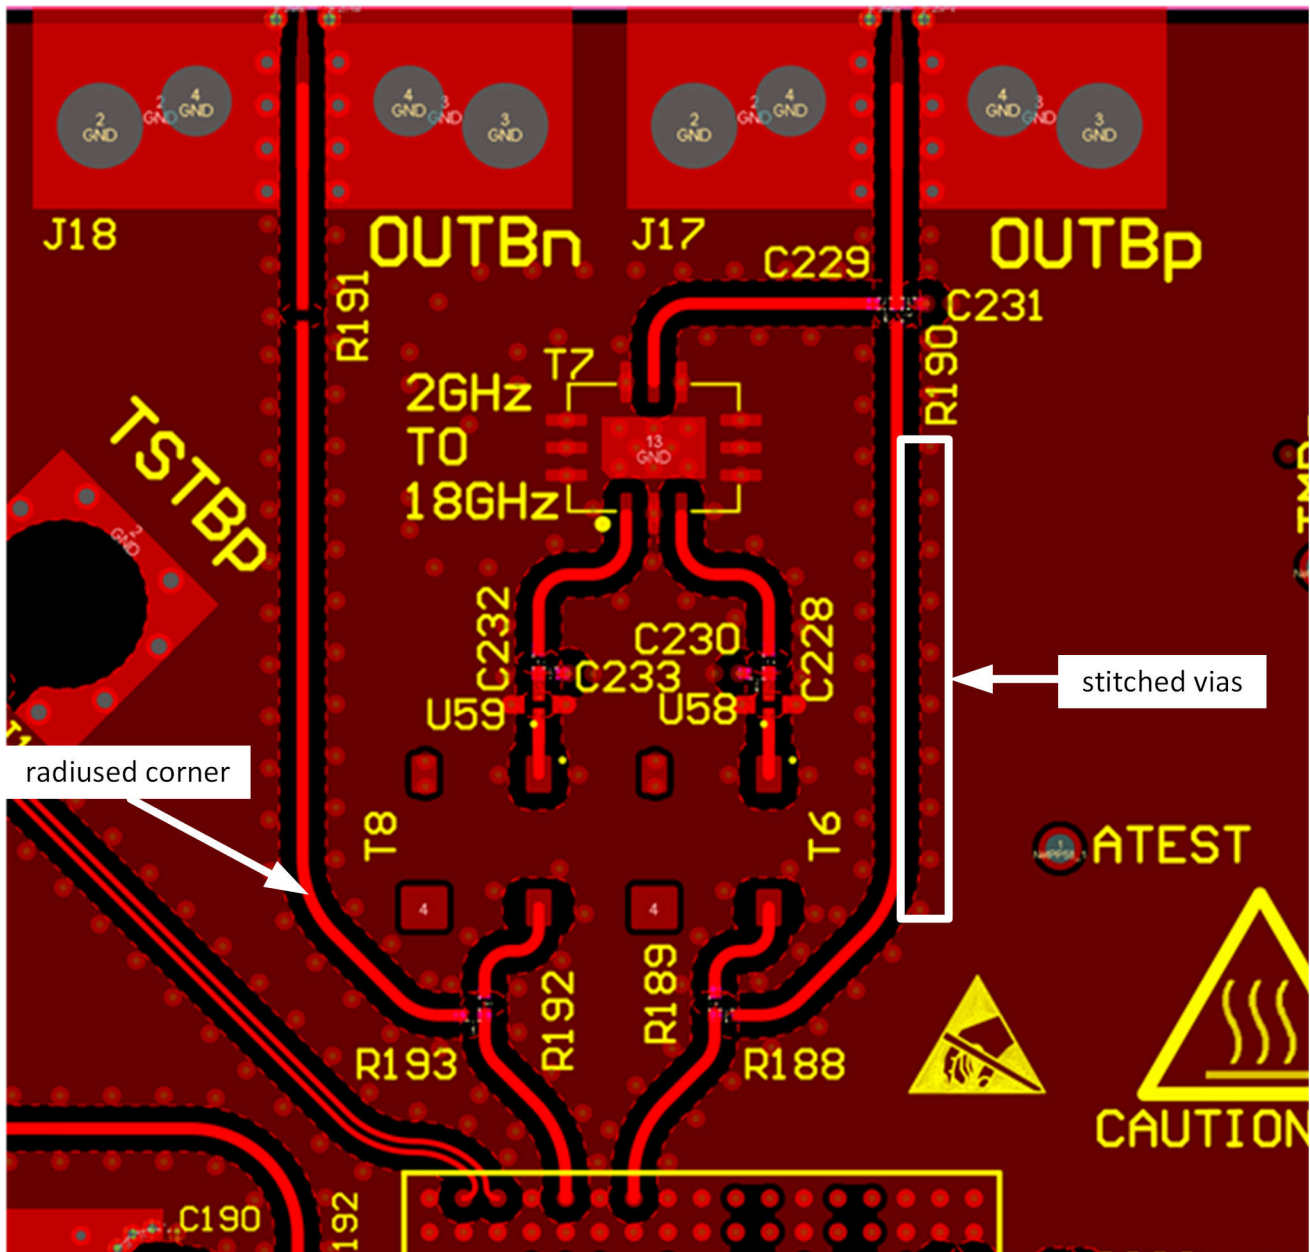

図 9-10. 高速信号トレースの横にあるラディウスコーナーとステッチビア
4. 滑らかに丸みを帯びたコーナーを使用し、 45 度や 90 度の屈曲を避けて、アナログとデジタルの両方の信号トレースのすべての高速入力/出力におけるインピーダンスの不一致を減らします。例として 図 9-10 を参照してください。
7. トレーズトランスポートの最大周波数 ($\lambda/4$) によって決定される適切な間隔で、すべての高速信号に隣接する対称的に配置されたグランド接続ステッチングビアを用意します。例として 図 9-10 を参照してください。